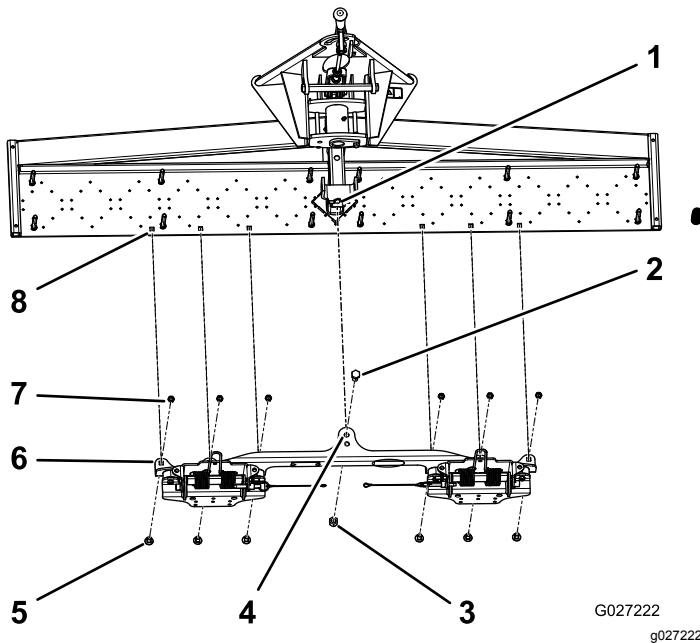
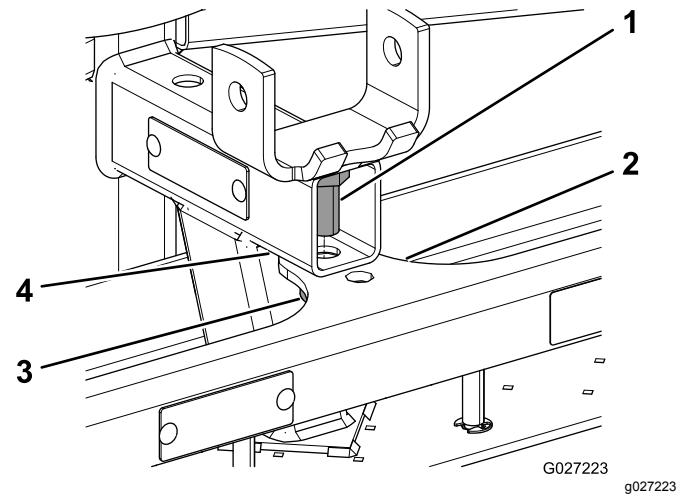

Figura 4
Figura 5
1. Alinhe o furo **frontal** da patilha central do suporte da barra escarificadora com o furo do tubo retangular na barra escarificadora (Figura 4 e Figura 5).
2. Instale o parafuso ($\frac{1}{2}$ pol. x 1 pol.) através de ambos os furos e prenda o parafuso com a porca ($\frac{1}{2}$ pol.); consulte a Figura 5.
3. Alinhe os 6 furos nas patilhas no suporte da barra escarificadora com os 6 furos na placa inferior da barra escarificadora (Figura 4 e Figura 6).
Nota: As máquinas com números de série 314999999 e anteriores podem não ter os furos. Se não houver os furos na placa inferior da barra escarificadora, marque e faça seis furos de 10 mm, como necessário. Primeiro instale o parafuso central e porca (Figura 5) e posicione o suporte da barra escarificadora de forma a que o **centro** de cada furo fique a 17 mm da extremidade da placa inferior (Figura 7).
5. Aperte o parafuso e a porca instalados no passo 2 (Figura 5).